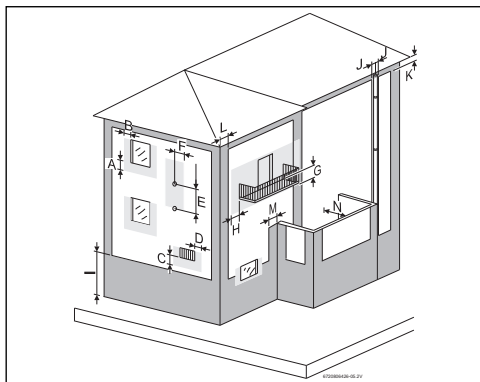

Fig. 18 Distanze minime dal condotto di aspirazione/evacuazione dei prodotti della combustione
- ▶ Rispettare le misure minime di installazione riportate nella Fig. 18.